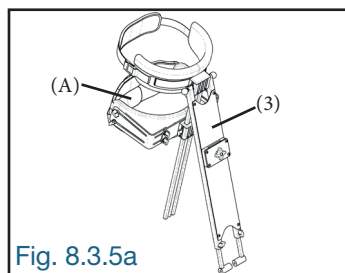
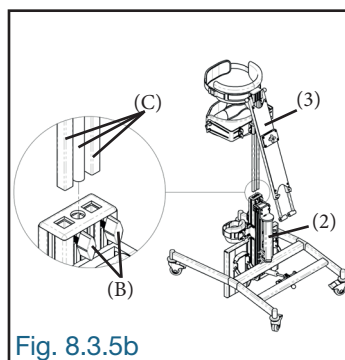

Fig. 8.3.5a
Fig. 8.3.5b
8.3.5 Sur le stabilisateur (3), déplacer la butée des hanches (A) vers le haut afin de libérer la partie inférieure des tiges (Fig. 8.3.5a). Desserrer légèrement les deux boutons de blocage (B) au dos du châssis (2). Insérer les tiges (C) du stabilisateur (3) au châssis (2). Resserrer les boutons de blocage (B) au dos du châssis (2) (Fig. 8.3.5b).